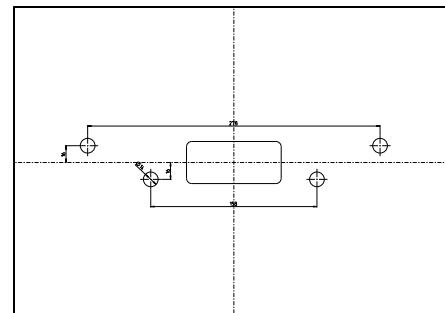

Fig. 2: Dimensioni dei fori
- Per le dimensioni dei fori per i bulloni di ancoraggio, vedere Fig. 2.